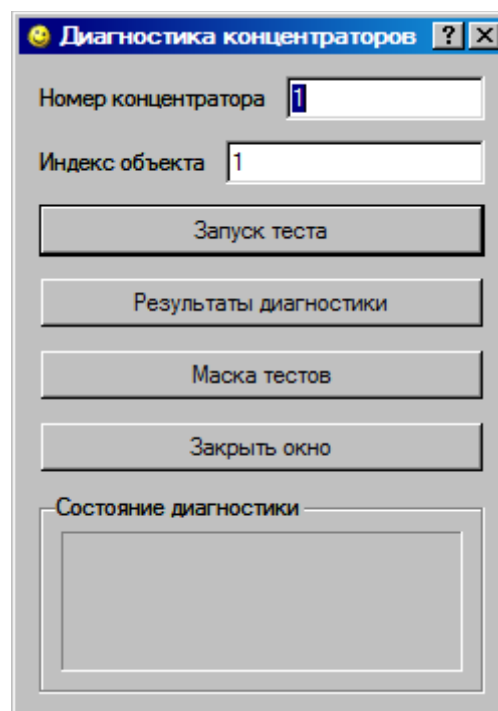

Рисунок 3.11
3.2.5.3.2 При выборе подпункта меню **Тест по индексу** отобразится окно удаленной диагностики выбранного порта **Диагностика концентраторов** (см. рисунок 3.11).